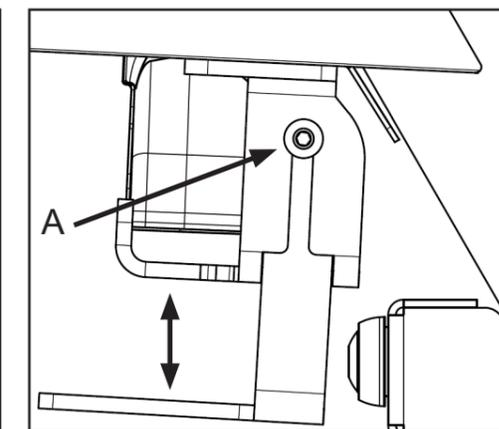

Figura 3
- Regolare la forcella portafiltro (8) agendo sulle due viti di fissaggio (A figura 3) usando una chiave esagonale da 2,5 mm.